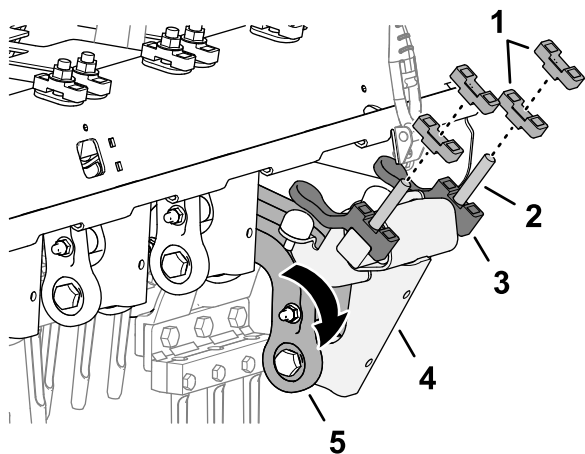

Рисунок 133
- Поверните звено демпфера и вал демпфера вниз (Рисунок 133).